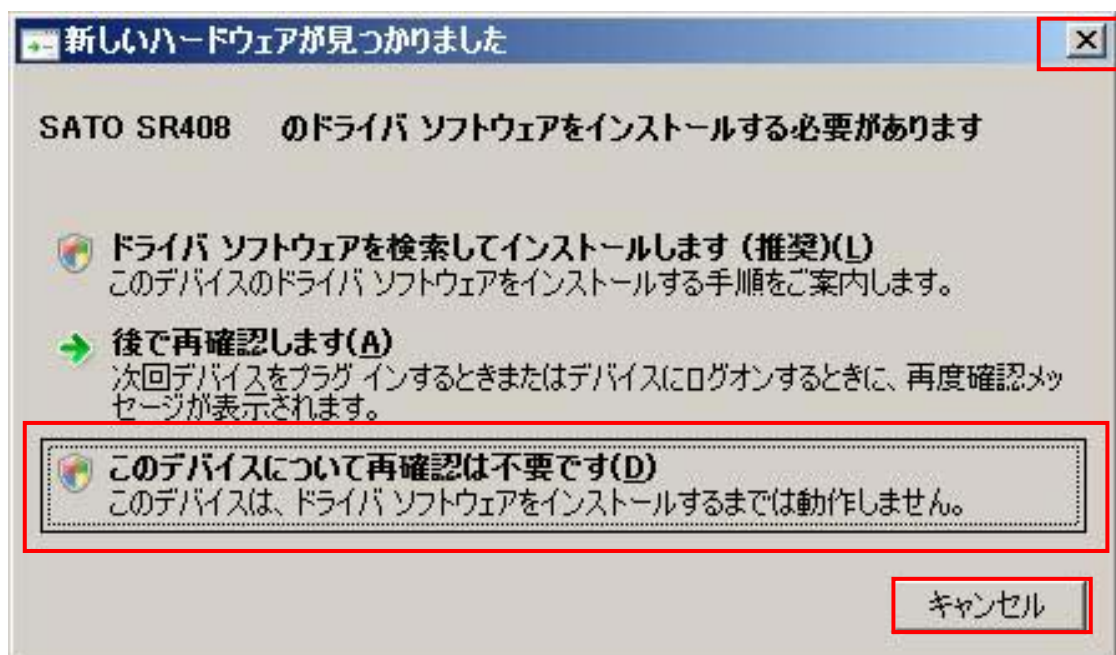

図 3.3.4.2. 「新しいハードウェアが見つかりました」表示画面
※1 IEEE1284 ケーブルをプリンタとコンピュータに接続後、プリンタの電源を入れると図 3.3.4.2. 「新しいハードウェアが見つかりました」表示画面が表示されることがあります。その際は「キャンセル」、「このデバイスについて再確認は不要です (D)」、「X」のいずれかを選択してください。(下記の例は、Windows Server2008 になります。)